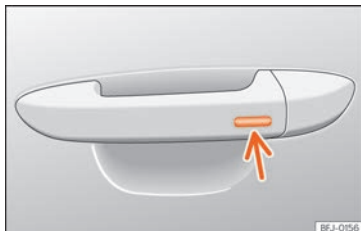

Fig. 92 Manípulo da porta: superfície sensora.
- Mantenha um dedo durante alguns segundos sobre a superfície sensora de bloqueio » Fig. 92 (seta) do manípulo da porta para fechar o teto. Se deixar de tocar na superfície sensora, interrompe a função de fecho.